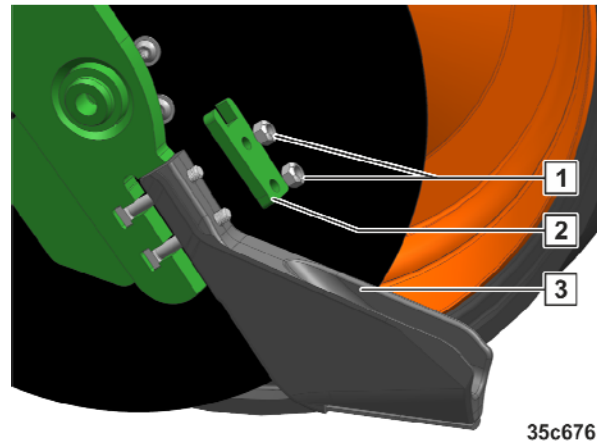

Рис. 316
11. Выкрутите и извлеките винты (Рис. 316/1).
12. Демонтируйте прижим (Рис. 316/2).
13. Демонтируйте изношенный формователь борозды (Рис. 316/3).